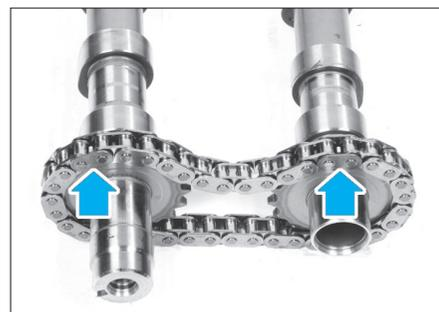

Fig. 55
- Positionner la chaîne des deux arbres à cames en respectant les deux repères sur la chaîne. Les deux maillons cuivrés doivent faire face aux dents peintes en jaune des pignons d'arbres à cames (Fig.55).